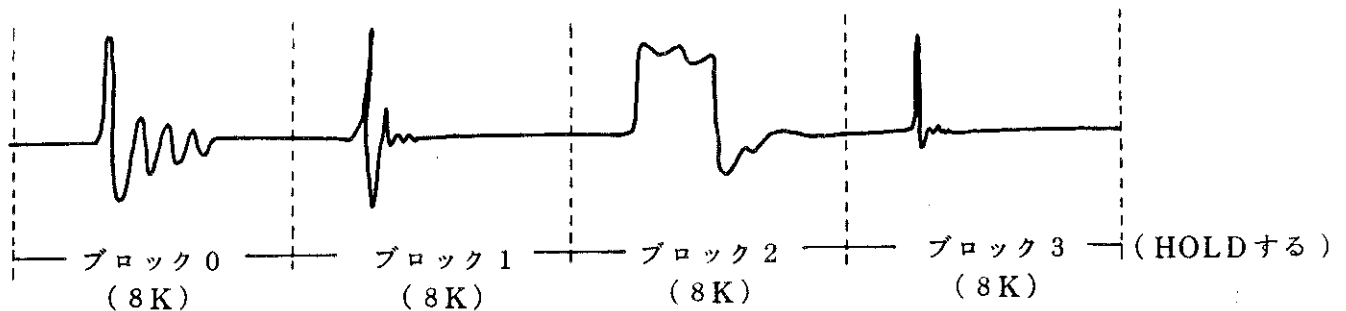
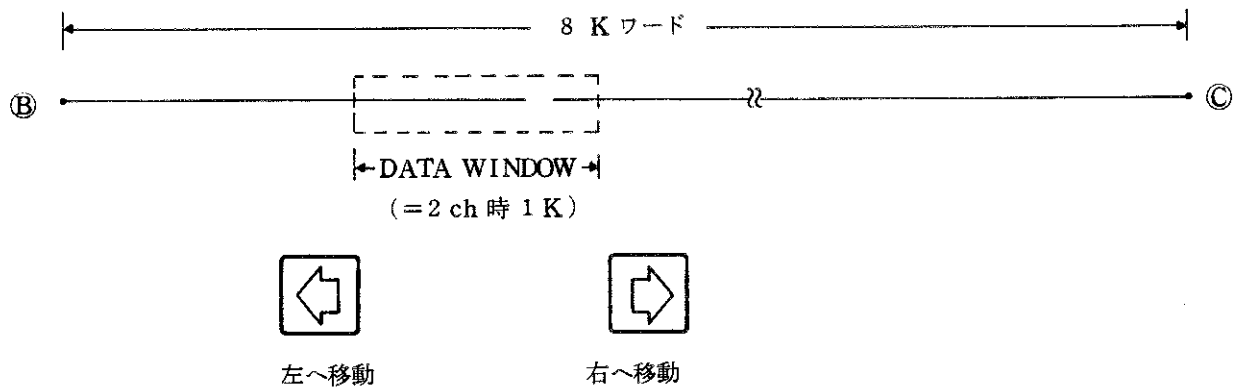
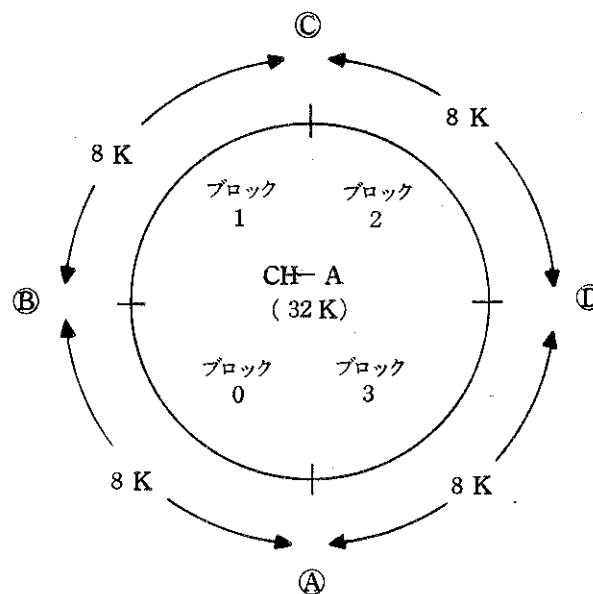

図 4-56 “ADVANCE ARM MODE” と AUTO ARM
図 4-58 ブロック 1 内でのデータ・ウィンドウの移動
図4-59 32Kワード・データ・メモリを8Kワードで分割したブロック
“ADVANCE ARM MODE” と ARM を併用しますと、指定した任意のブロック（後述）にデータを書き込むことができます。以下に両チャンネル動作時において、〔図 4-59〕のようにデータ・メモリを分割したとき、任意のブロック（0～3）にデータを書き込む方法を示します。
“NORMAL ARM MODE” と ARM を併用した場合には，“BLOCK NO.”がいくつに設定されていても常にブロック 0 にデータが書き込まれ、〔図 4-59〕のように分割したときは、他ブロック 1～3 は使用されません。
“ADVANCE ARM MODE” と AUTO ARM を併用しますと，“BLOCK NO.” がいくつに設定されていても常にブロック 0 からデータが書き込まれ，ブロック 0 への書き込みが終了すると順次ブロック 1，2…と書き込まれて最大のブロックへの書き込みが終了すると AUTO ARM が解除されて HOLD 状態となります。したがって〔図 4-59〕のようにデータメモリを分割しますと，連続して起こるトランジェント現象などを 4 つのブロックに書き込むことができます。これを図示しますと〔図 4-56〕のようになります。
“NORMAL ARM MODE” と AUTO ARM を併用しますと，“BLOCK NO.” がいくつに設定されていても常にブロック 0 にデータが書き込まれ，〔図 4-59〕のようにデータメモリを分割したときは，他のブロック 1，2，3 は使用されません。
- ②   スイッチによって、移動子マーク (□) を “**ARM MODE**” の **ADVANCE** の位置に移動し、 スイッチにて設定します。
- ③ “**ARM LENGTH**” を、ブロックにデータを書き込んだときの値に設定します。それ以外の値に設定しますと、データは正しく読み込まれませんので注意して下さい。例えば、〔図 4-59〕のようにデータ・メモリを分割してデータを書き込んだときには、“**ARM LENGTH**” を 8K に設定します。
前述のように HOLD 状態において "**ADVANCE ARM MODE**" 設定後 "**BLOCK NO.**" を指定し、**PANEL** セクションの  スイッチによって任意のブロックからデータを読み出した後、DATA WINDOW 機能を用いることによって指定したブロック内の任意の位置からデータを読み出すことができます。〔図 4-59〕のようにデータ・メモリを分割してデータを書き込んでから、ブロック 1 のデータを読み込んだ例を〔図 4-58〕に示します。
〔図 4-58〕に示しますように、“**ARM LENGTH**”を 8 K に設定してデータを読み込みますと、その 8 K 内でデータ・ウィンドウを移動させることによって任意の位置の 1 K ワードのデータを読み出すことができます。
両チャンネル動作時に“**ARM LENGTH**”を8Kに設定したとき、データ・メモリがどのように分割されるかを〔図4-59〕に示します。この図からチャンネルAの32Kワードのデータ・メモリが8Kワードを単位とする4つのブロックに分割されることが分ります。